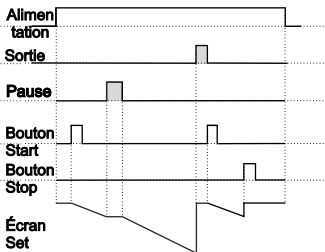

Figure 1.2
1.1.2 Si le décomptage est  $\boxed{dÉct} = 1$  et que  $\boxed{outF}$  est  $\boxed{0FF}$ , le schéma de commande sera celui illustré à la figure 1.2